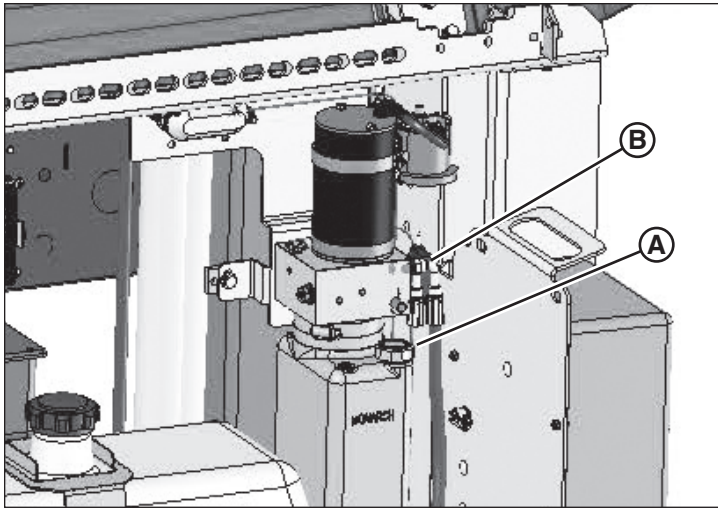

Figura 36
Llene el depósito (Figura 36) con líquido de transmisión automática o cualquier líquido hidráulico limpio, que tenga un índice de viscosidad adecuado para las condiciones climáticas en las que se va a hacer funcionar la unidad. Consulte la tabla anterior.
1. Asegúrese de que el depósito de aceite (A, Figura 36) esté lleno de aceite hasta la marca de llenado.
3. Afloje el extremo de la manguera (B, Figura 36) para permitir la salida del aire y el aceite.